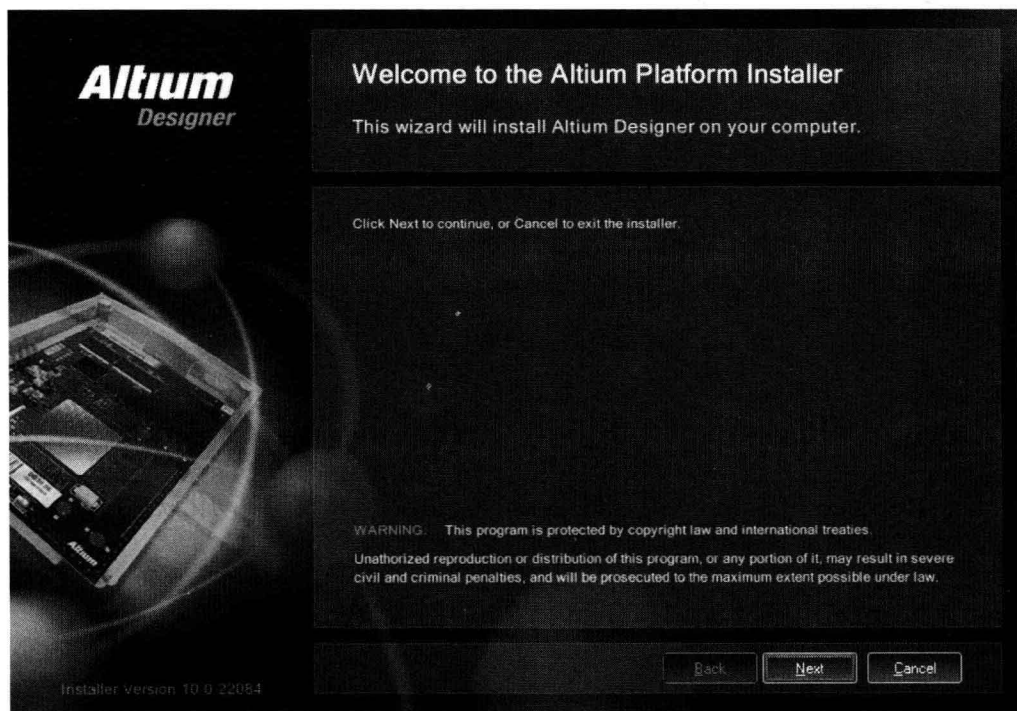

图 1-5 Altium Designer 安装欢迎界面
① 将 Altium Designer 10.0 安装光盘置于光盘驱动器中, 默认情况下系统会自动读取光盘内容并开始安装程序, 倘若系统禁止的光盘驱动器自动运行功能, 可自行打开 Protel 安装程序文件夹, 选择 Setup.exe 图标并双击, 屏幕即会出现如图 1-5 所示的欢迎界面。